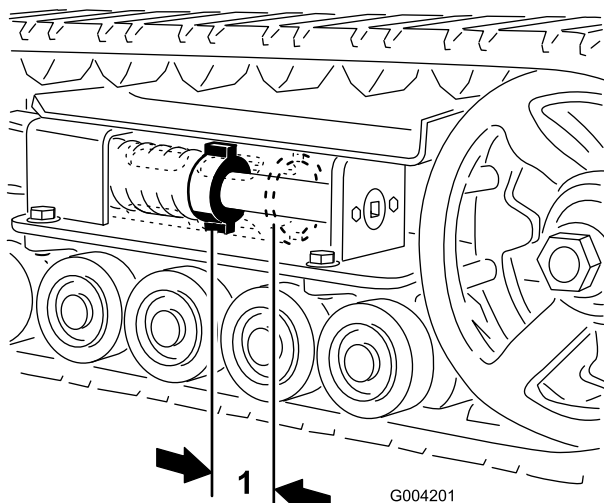
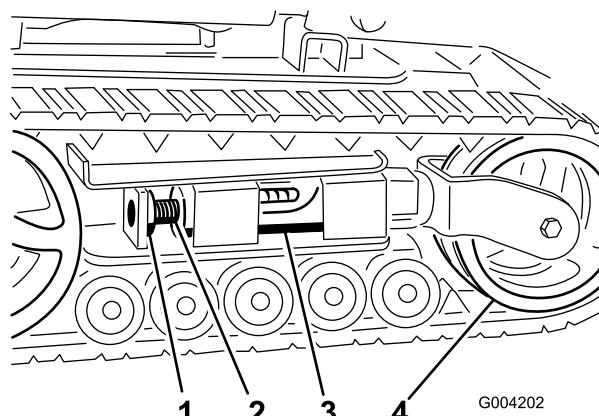
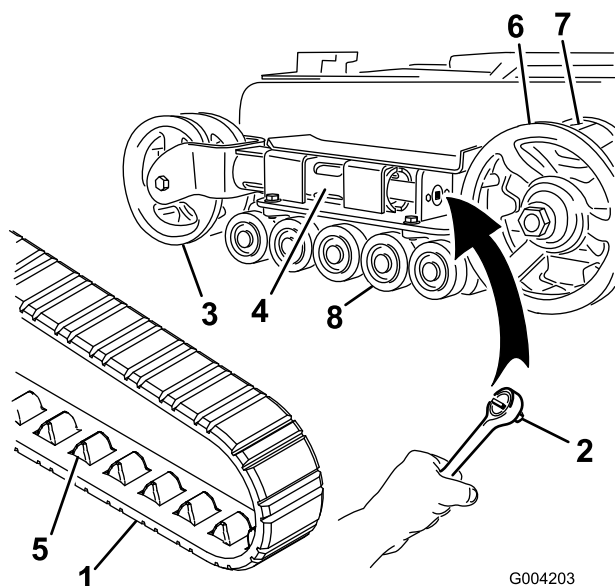
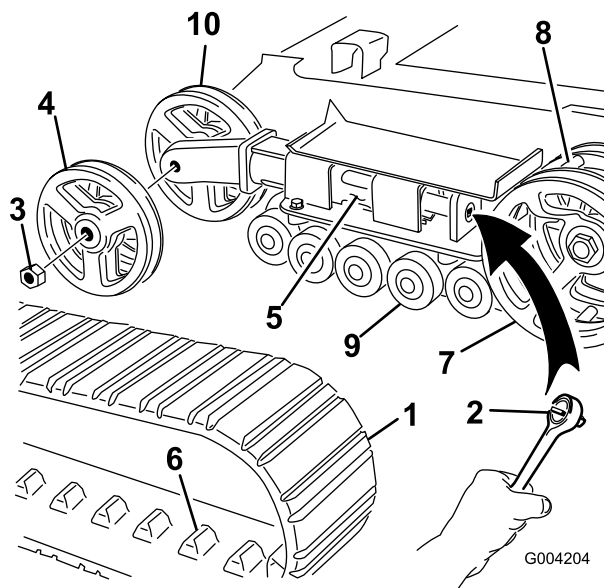

Figura 41
Figura 42
Figura 43
Figura 44
Compruebe y ajuste la tensión de las orugas después de las 50 primeras horas de operación y luego cada 100 horas de operación. Debe haber una holgura de 7 cm entre la tuerca tensora y la parte de atrás del tubo tensor (Figura 41). Si no es así, ajuste la tensión de las orugas usando el procedimiento siguiente:
3. Retire el perno de bloqueo y la tuerca (Figura 42).
4. Usando una llave de 1/2 pulgada (Figura 43), gire el tornillo tensor en el sentido contrario a las agujas del reloj hasta que la distancia entre la tuerca tensora y la parte de atrás del tubo tensor (Figura 41) sea de 7 cm.
5. Alinee la muesca más próxima del tornillo tensor con el taladro del perno de bloqueo, y fije el tornillo con el perno de bloqueo y la tuerca (Figura 42).
4. Usando una llave de 1/2 pulgada, alivie la tensión en la oruga girando el tornillo tensor en el sentido de las agujas del reloj (Figura 42 y Figura 43)
5. Empuje la rueda tensora hacia la parte de atrás de la unidad de tracción para mover el tubo de horquilla contra el bastidor (Figura 43). (Si no toca el bastidor, siga girando el tornillo tensor hasta que lo toque.)
7. Cuando haya retirado la oruga de la rueda tensora, retírela de la rueda motriz y de las ruedas de rodaje (Figura 43).
8. Empezando en la rueda motriz, pase la oruga nueva alrededor de dicha rueda, asegurándose de que los dientes de la oruga encajen entre los espaciadores de la rueda (Figura 43).
9. Empuje la oruga por debajo de y entre las ruedas de rodaje (Figura 43).
11. Gire el tornillo tensor en el sentido contrario a las agujas del reloj hasta que la distancia entre la tuerca tensora y la parte de atrás del tubo de horquilla (Figura 41) sea de 7 cm.
4. Usando una llave de 1/2 pulgada, alivie la tensión en la oruga girando el tornillo tensor en el sentido de las agujas del reloj (Figura 42 y Figura 44)
5. Empuje la rueda tensora hacia la parte de atrás de la unidad de tracción para mover el tubo tensor contra el bastidor (Figura 44). (Si no toca el bastidor, siga girando el tornillo tensor hasta que lo toque.)
6. Retire la tuerca que fija la rueda tensora exterior y retire la rueda (Figura 44).
7. Retire la oruga (Figura 44).
8. Retire la tuerca que fija la rueda tensora interior y retire la rueda (Figura 44).
12. Instale la rueda tensora interior y fíjela con la tuerca que retiró anteriormente (Figura 44).
14. Instale la oruga nueva, asegurándose de que los dientes de la oruga encajen entre los espaciadores de la rueda motriz (Figura 44).
15. Instale la rueda tensora exterior y fíjela con la tuerca que retiró anteriormente (Figura 44).
17. Gire el tornillo tensor en el sentido contrario a las agujas del reloj hasta que la distancia entre la tuerca tensora y la parte de atrás del tubo tensor (Figura 41) sea de 7 cm.